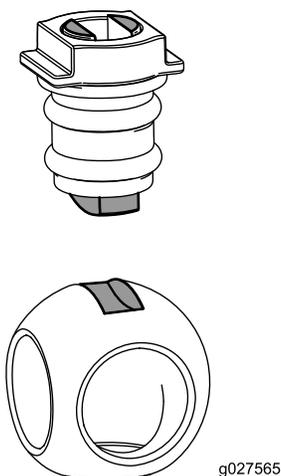

Figure 116
6. Insérez la bille dans le corps de la vanne (Figure 116).
**Remarque:** La tige de la vanne doit entrer dans la fente d'entraînement de la bille. Si la tige de la valve ne rentre pas, ajustez la position de la bille (Figure 116).